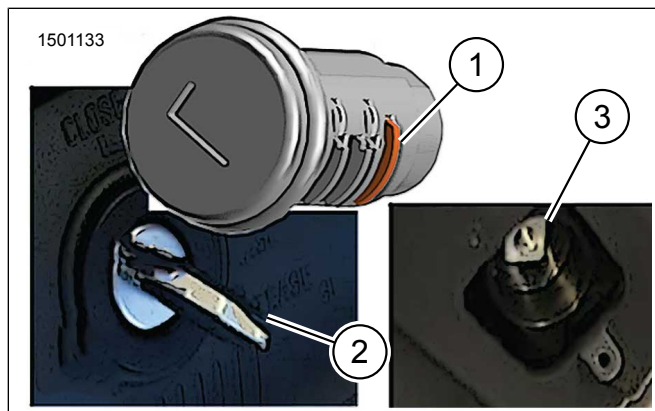
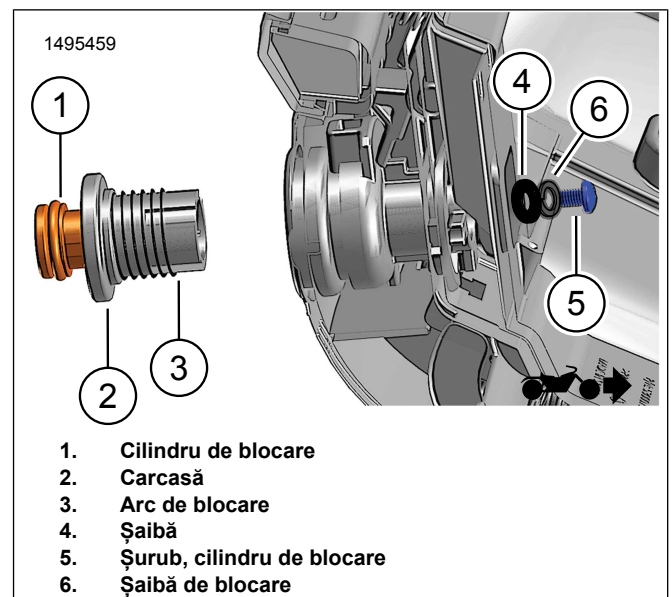

Figura 8. Deblocare tambur - Poziția de deblocare
Figura 9. Instalare încuietoare pe caseta superioară
- A se vedea figura 8. Poziție rotor, setare pentru deblocare.
- A se vedea figura 9. Montați carcasa (2) și arcul de blocare (3) pe cilindru de blocare (1).
- A se vedea figura 8. Montați setul de încuietoare.
- Aliniați slotul butucului de retenție (1) la poziția deblocat (2).
- Denivelarea pătrată de pe încuietoare trebuie să se potrivească în deschiderea pătrată de pe rotor (3).
4. A se vedea figura 9. Montați șaiba (4), șaiba de blocare (6) și șurubul (5). Strângeți cu mâna.